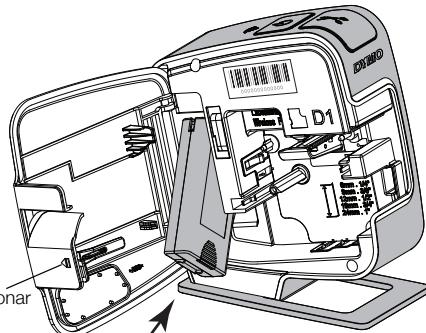

Ilustración 2
- 2 Inserte el paquete de baterías en el compartimento de el paquete de baterías tal como se muestra en la Ilustración 2.